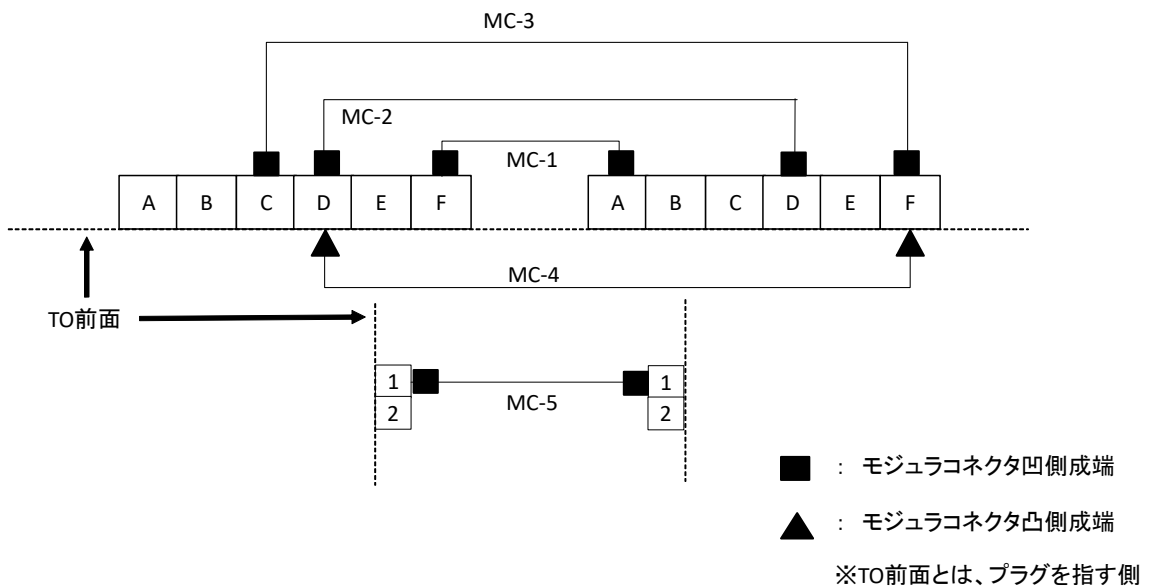

図4 配線図(例)
- ・ 配置・配線は図 3 及び図 4 に従って行うこと。
- ・ 試験終了時は図 4 の接続状態としておくこと。
- ・ 図 3 及び図 4 に従いモジュラコネクタを配置し、空きポートにブランクチップを取り付けて、情報コンセントを組み立てる。なお、情報コンセント内の各ケーブルは住宅用スイッチボックス内で適切な余長を確保すること。
- ・ パッチコードをツイストペアケーブルとモジュラプラグを使用して作成し、図 4 に従い接続する。